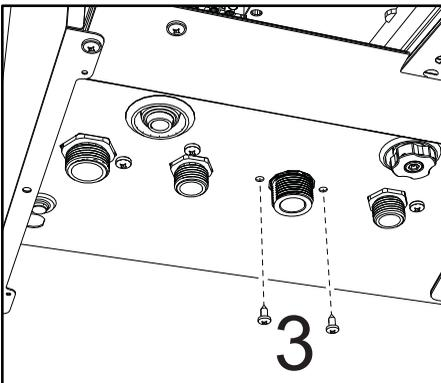

fig. 59
- Undo the screws "3" (fig. 59)